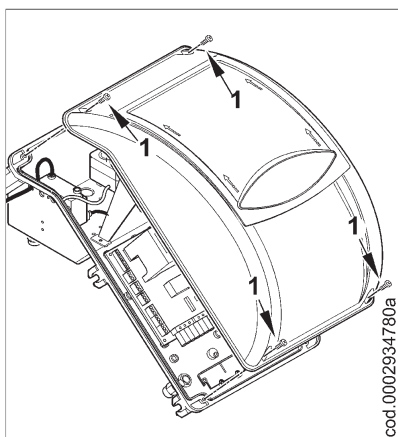

Рисунок 1
- 1) Снимите крышку, открутив 4 винта (1), как на рис. 1, при этом не убирайте прозрачное окошко. Таким образом можно получить доступ к электрическому щиту горелки.